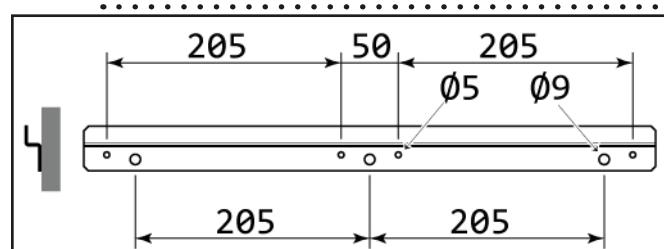

Abb.3 – Bohrungen und Positionierung des Wandbügels
- Den in der Ausstattung gelieferten Bügel als Maske für die Markierung der Bohrungen an der Wand verwenden, wie in Abb. 3 dargestellt.
- An der Wand 3 Bohrungen von Ø10mm und 65mm Tiefe, wie die Abb.3 zeigt, ausführen. Alternativ können kleinere Schrauben (nicht geliefert), benutzt werden, unter Verwendung den vier Bohrungen von Ø5mm.